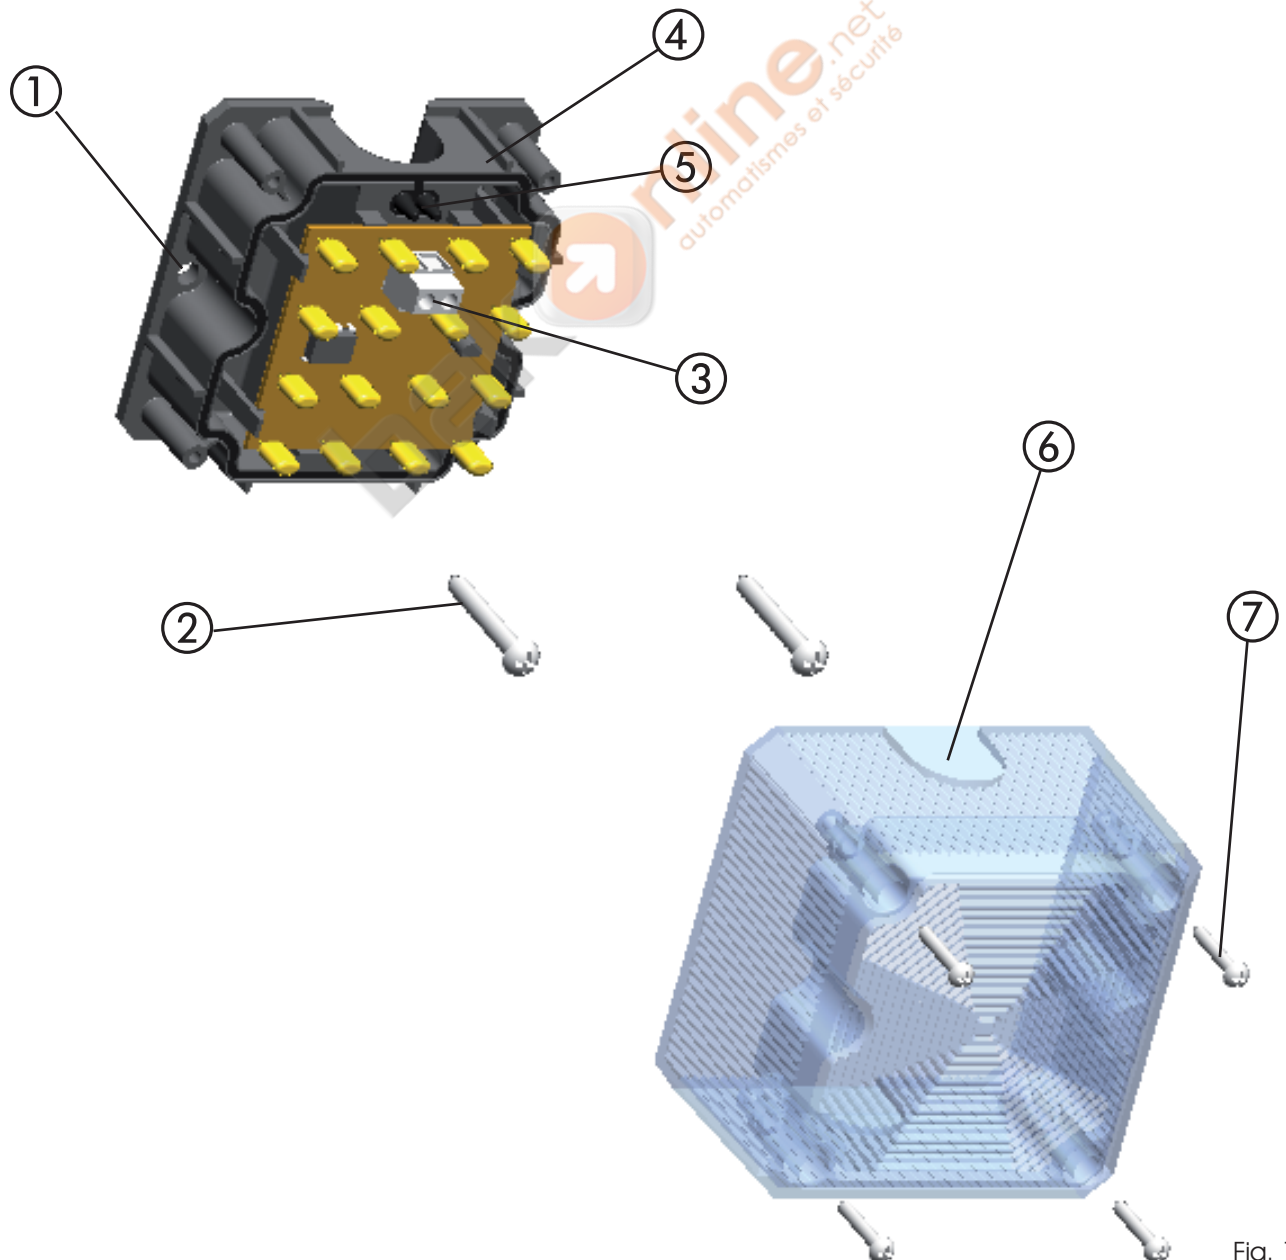

Fig. 1
Per le operazioni di montaggio fare riferimento alla Fig. 1:
- Fissare la base (rif. ④) del lampeggiatore effettuando 2 fori (rif. ①) di adeguata misura.
- Le viti di fissaggio (rif. ②) **NON** sono fornite a corredo.
- Effettuare i collegamenti elettrici facendo riferimento alle istruzioni dell'apparecchiatura elettronica. Passare i fili nel pressacavo di gomma (rif. ⑤) e collegarli ai morsetti (rif. ③).
- In caso di impianto elettrico con canaline esterne, sfondare le prefrazioni sul coperchio (rif. ⑥ Fig. 1).
- Chiudere il coperchio avvitando le viti a corredo (rif. ⑦ Fig. 1).
For the installation operations, refer to Fig. 1:
- Secure the base (ref. ④) of the flashing light, by drilling two holes (ref. ①) of sufficient size.
- The securing screws (ref. ②) are **NOT** supplied.
- Make the electrical connections, referring to the instructions of the control board. Route the wires through the rubber cable gripper (ref. ⑤) and connect them to the terminals (ref. ③).
- If your electrical system has external raceways, break through the pre-perforations on the cover (ref. ⑥ Fig. 1).
- Close the cover, fastening the supplied screws (ref. ⑦ Fig. 1).
Pour les opérations de montage, voir la Fig. 1:
- Fixer la base (réf. ④) de la lampe clignotante en réalisant 2 trous (réf. ①) d'une dimension adéquate.
- Les vis de fixation (réf. ②) **NE** sont **PAS** fournies.
- Réaliser les connexions électriques d'après les instructions de l'armoire électronique. Passer les fils dans le serre-câble en caoutchouc (réf. ⑤) et les connecter aux bornes (réf. ③).
- En cas d'installation électrique avec des conduites externes, défoncer la pré-cassure sur le couvercle (réf. ⑥ Fig. 1).
- Fermer le couvercle avec les vis fournies (réf. ⑦ Fig. 1).
Für die Arbeitsschritte bei der Montage wird auf die Abb. 1 verwiesen:
- Die Basis (Bez. ④) der Blinkleuchte durch Ausführung von 2 Bohrlöchern (Bez. ①) angemessener Größe befestigen.
- Die Befestigungsschrauben (Bez. ②) sind **NICHT** im Lieferumfang enthalten.
- Die elektrischen Anschlüsse entsprechend den Anweisungen des elektronischen Steuergeräts vornehmen. Die Drähte durch die Kabelverschraubung aus Gummi (Bez. ⑤) ziehen und an die Klemmen (Bez. ③) anschließen.
- Bei elektrischen Anlagen mit externen Kabelkanälen die Vorperforierung auf dem Deckel durchbrechen (Bez. ⑥, Abb. 1).
- Den Deckel verschließen und hierzu die beiden im Lieferumfang enthaltenen Schrauben anschrauben (Bez. ⑦, Abb. 1).
Para las operaciones de montaje, remítase a la Fig. 1:
- Fije la base (ref. ④) del destellador, para ello haga dos orificios (ref. ①) de la medida adecuada.
- Los tornillos de fijación (ref. ②) **NO** se suministran en dotación.
- Realice las conexiones eléctricas tomando como referencia las instrucciones del equipo electrónico. Pase los hilos por el sujeta-cables de goma (ref. ⑤) y conéctelos a los bornes (ref. ③).
- Si la instalación eléctrica tiene canales externos, rompa la zona precortada de la tapa (ref. ⑥ Fig. 1).
- Cierre la tapa atornillando los tornillos suministrados en dotación (ref. ⑦ Fig. 1).